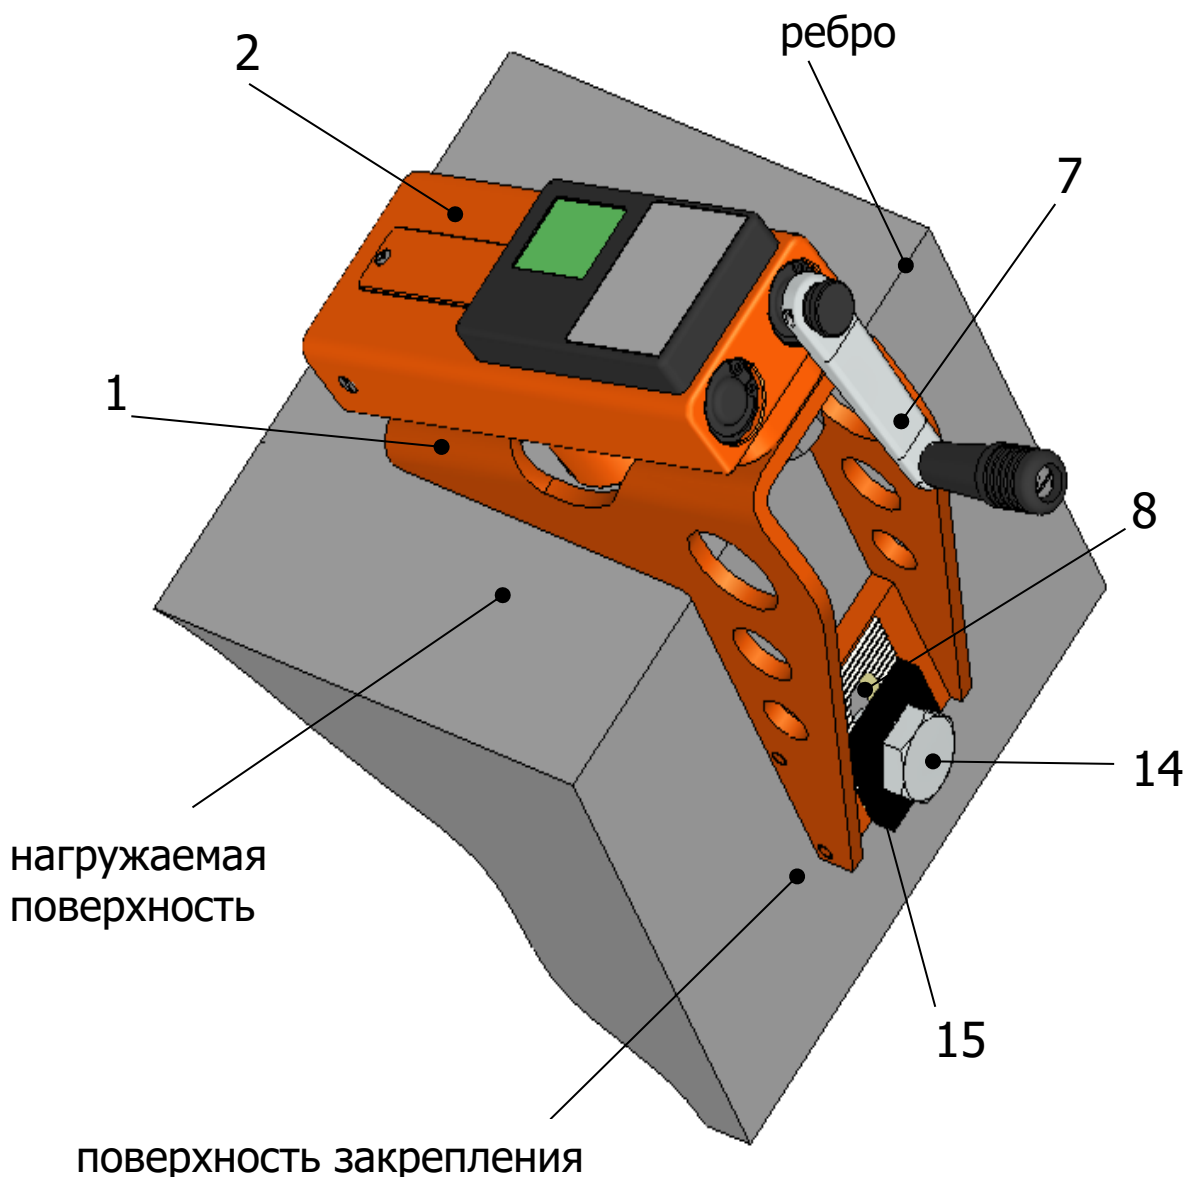

Рисунок 3
6.4.3 Силовой кронштейн плотно приложить к ребру (рисунок 3) объекта контроля, чтобы скалывающий элемент **13** гидропресса находился в контакте с нагружаемой поверхностью бетона.